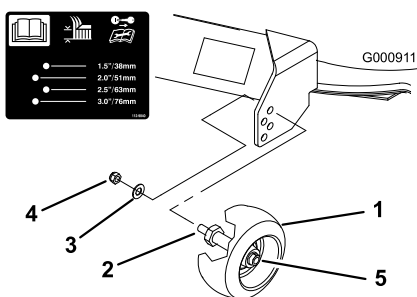

Figure 14
- A. Lorsque la hauteur de coupe est réglée, enlevez l'écrou et la rondelle tout en maintenant le goujon avec une clé (Figure 14).
**Remarque:** N'enlevez pas l'écrou et la rondelle de la roue (Figure 14).
de la hauteur de coupe correspondante voulue (Figure 14).
3. Remettez l'écrou et la rondelle sur le goujon (Figure 14).